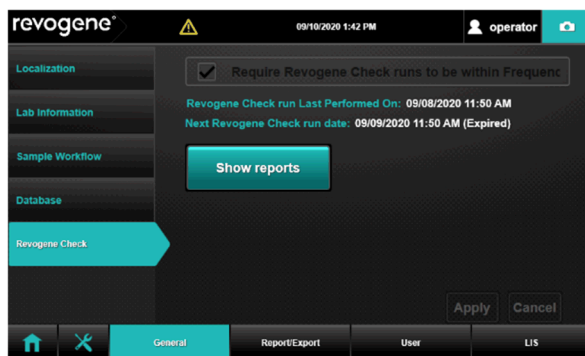

Abbildung 3. Einstellungen für Revogene Check
5. Wenn Sie **<Show Revogene Check Menu>** (Revogene Check-Menü anzeigen) ausgewählt haben, tippen Sie auf die Schaltfläche **<Show reports>** (Berichte anzeigen) (**Abbildung 3**), um die PDF-Berichtsdatei aufzurufen.